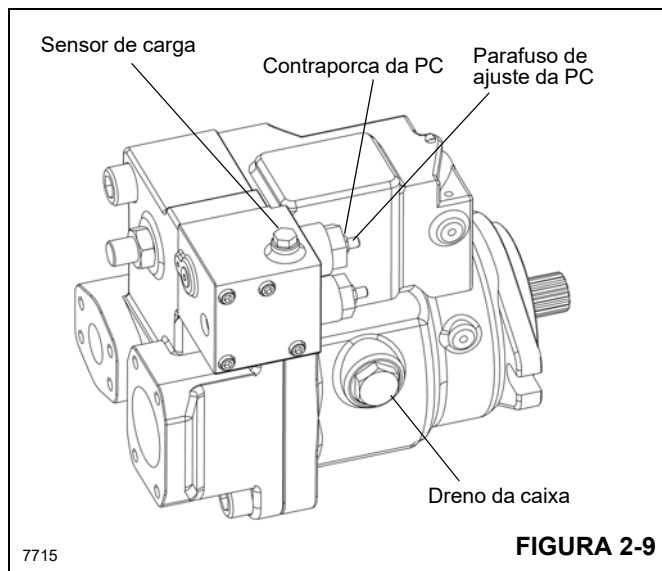

FIGURA 2-9
2. Se a leitura da pressão está abaixo do ajuste da pressão máxima da bomba, levante o parafuso da compensação da pressão (PC) conforme mostrado na Figura 2-9. Solte a contraporca M8 e use uma chave Allen de 4 mm para acertar o ajuste. O giro no sentido
2. Dê partida no motor e ative o joystick do guincho. Ajuste a válvula de ajuste da compensação de pressão (PC) (Figura 2-9) no sentido anti-horário para medir a pressão correta. Consulte a Tabela 2-2 sobre a leitura correta da pressão máxima da bomba.